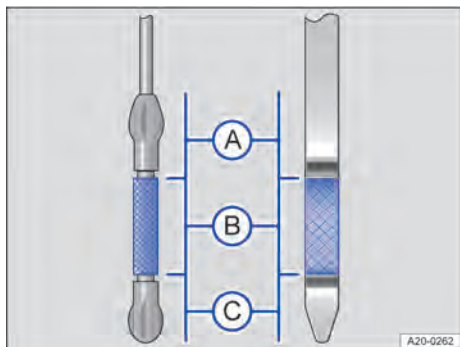

Abb. 205 Ölmessstäbe mit Motorölstandsmarkierung (Varianten).
7. Ölmesstab erneut herausziehen und Motorölstand am Ölmesstab wie folgt ablesen → Abb. 205:
13. Der Motorölstand sollte am Ende des Nachfüllvorgangs mittig im Bereich → Abb. 205  liegen. Der Motorölstand darf sich nicht im Bereich → Abb. 205  befinden → .
14. Wenn versehentlich zu viel Motoröl nachgefüllt wurde und der Motorölstand sich im Bereich → Abb. 205  befindet, Motor nicht starten. Fachmännische Hilfe in Anspruch nehmen.